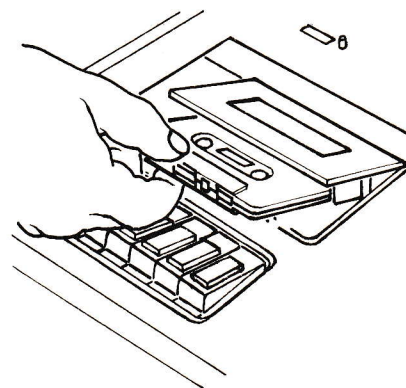

Fig. 5
- Vérifier que les touches (29), (30), (31) et (32) sont en position sortie. Si tel n'est pas le cas appuyer sur la touche (28) « **stop/éject** ».
- Appuyer sur la touche (27) « **pause** » pour la libérer si elle n'y est pas déjà.
- Appuyer à nouveau sur la touche (28) « **stop/éject** », le volet porte-cassette (26) s'ouvre.
- Introduire la cassette dans le volet porte-cassette (26) (Fig. 5) la bande magnétique étant visible et la bobine pleine à gauche.
- Refermer le volet porte-cassette (26) ; l'appareil est prêt à fonctionner.